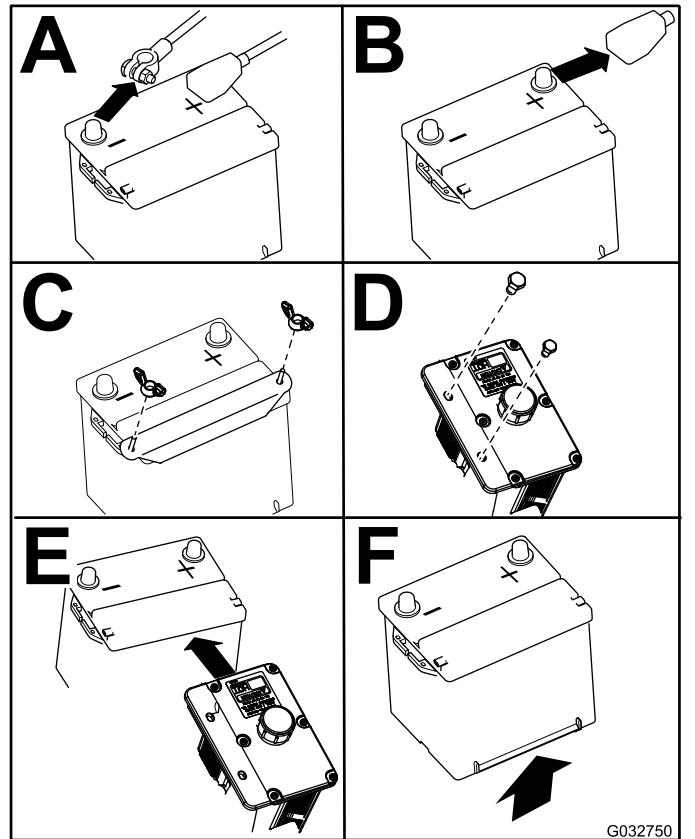

Figura 69
3. Retire la batería según se muestra en la Figura 69.